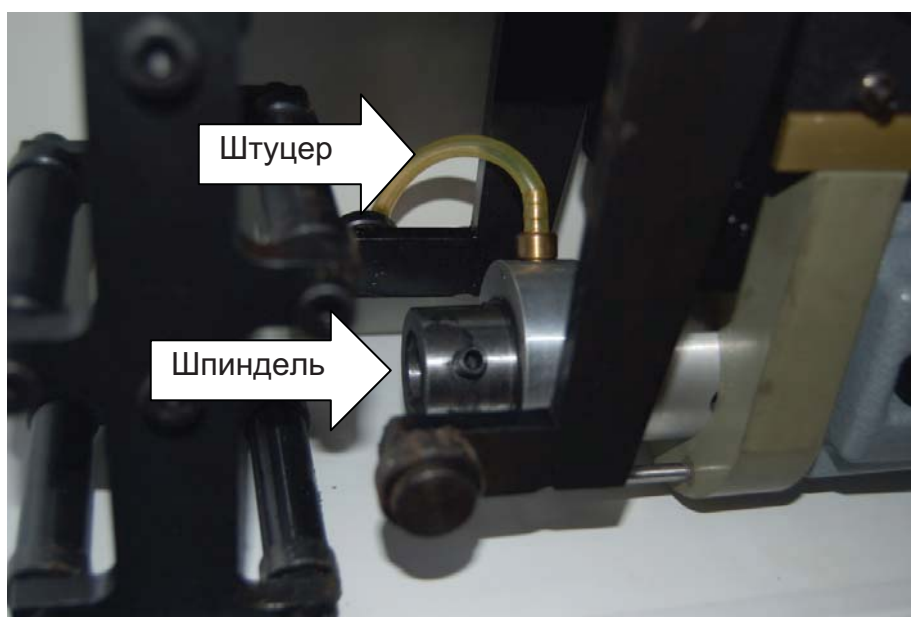

Рис. 2
2. Установите сверло в шпиндель так, чтобы шлицы были напротив стопорных винтов и закрутите эти винты, используя шестигранный ключ. См рис. 2.